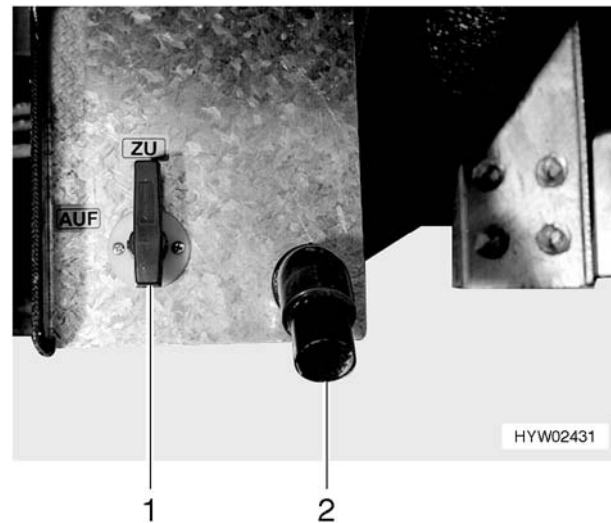

Bild 158 Bedienhebel und Ablaufrohr des Abwassertanks
Für die Abwasserentsorgung befinden sich je nach Modell auf der linken oder rechten Fahrzeugseite ein Ablasshahn und ein Ablaufrohr (Bild 158,2) für den Abwasserschlauch. Der Abwasserschlauch (Serie) befindet sich im Gaskasten und kann als Verlängerung auf das Ablaufrohr (Bild 158,2) gesteckt werden.
- Zum Öffnen des Ablasshahns den Bedienhebel (Bild 158,1) eine viertel Umdrehung entgegen dem Uhrzeigersinn drehen. Der Bedienhebel steht waagrecht.